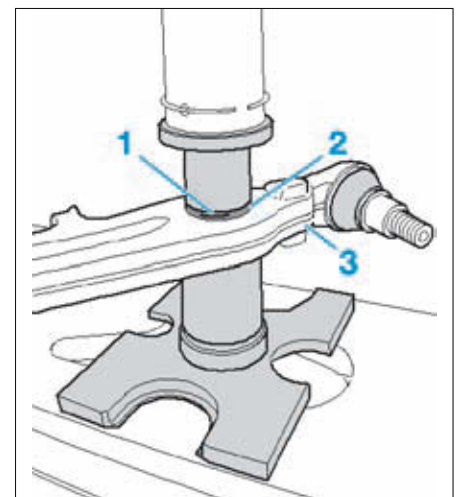

FIG. 18
- Repérer la position de dépassement (1) du palier (2) côté rotule sur le bras et reporter ce repère sur le palier neuf (Fig.18).
- Extraire le palier (2) du bras (3) à la presse avec des entretoises de diamètre approprié.